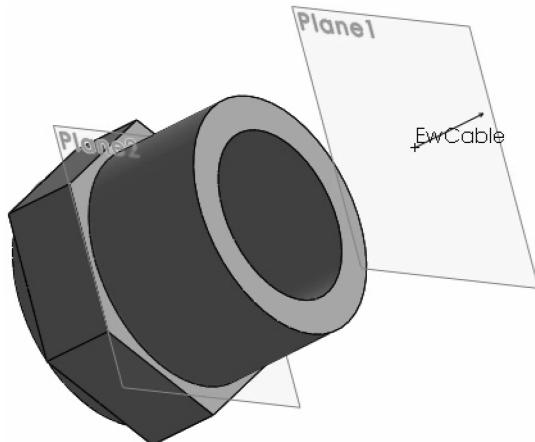

图 15-4 电缆连接点
**步骤4 电缆连接点** 单击**工具**/**SOLIDWORKS Electrical**/**电气零件向导**。单击**下一步**两次，单击**创建电缆连接点**，选择Plane1上的连接点，单击**确定**。单击**完成**，旋转零件，浏览连接点的位置，如图15-4所示。